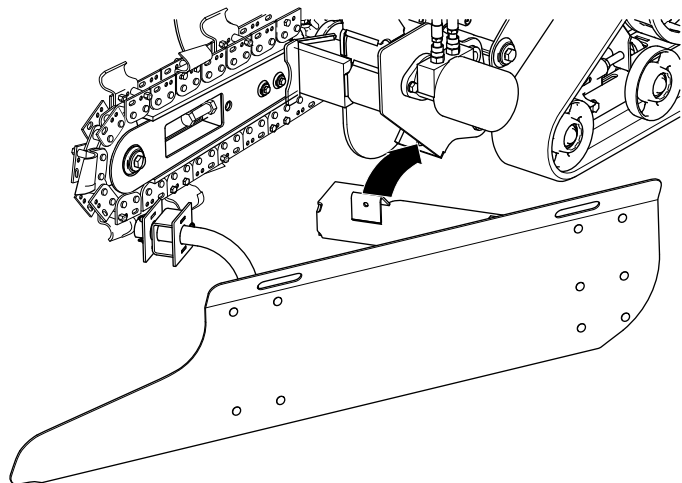

Figure 3
2. Glissez le support de montage arrière de la lame dans l'ouverture de la trancheuse, sur la gauche de l'élinde, et appuyez-le sur la traverse (Figure 3).